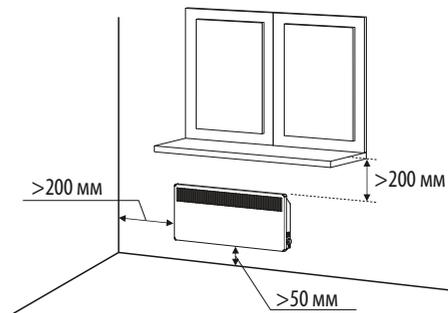

Рисунок 1. Размещение конвектора
6.1. Для нормальной работы конвектора необходимо обеспечить: расстояние до пола – не менее 50 мм, до боковой стены, мебели – не менее 200 мм, свободное пространство над конвектором – не менее 200 мм (см. рис. 1).